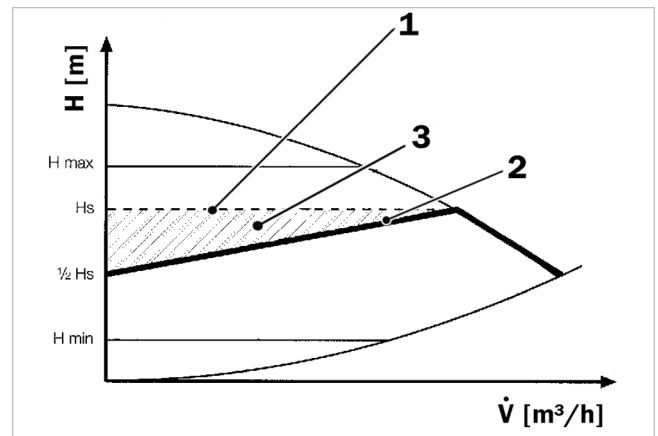

Abb. 4: Regelcharakteristik Wilo-Yonos PICO Plus
• Differenzdruck variabel (Δp -variabel) (2)
Die Elektronik verändert den von der Pumpe einzuhaltenden Differenzdruck über den zulässigen Förderstrombereich linear zwischen $\frac{1}{2} H_s$ und H_s (vgl. → Abb. 4 (2)). Der Differenzdruck-Sollwert H_s ändert sich mit dem Förderstrom, d. h., bei abnehmender Fördermenge wird auch der Differenzdruck (Förderhöhe) reduziert. Diese Regelungsart bietet sich besonders bei Heizungsanlagen mit Heizkörpern an, da die Fließgeräusche an den Thermostatventilen reduziert werden.